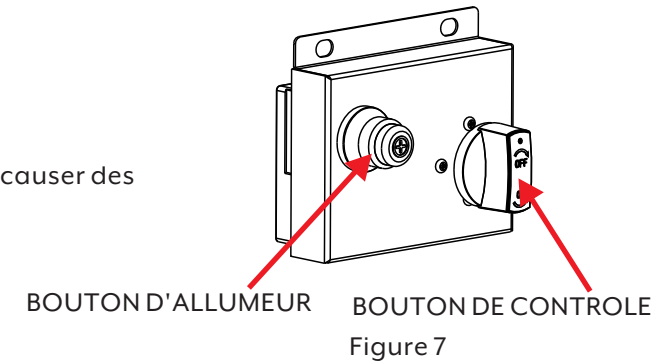

Figure 7
4. Réglez la flamme à l'intensité désirée avec le bouton de contrôle. Voir la Figure 7.